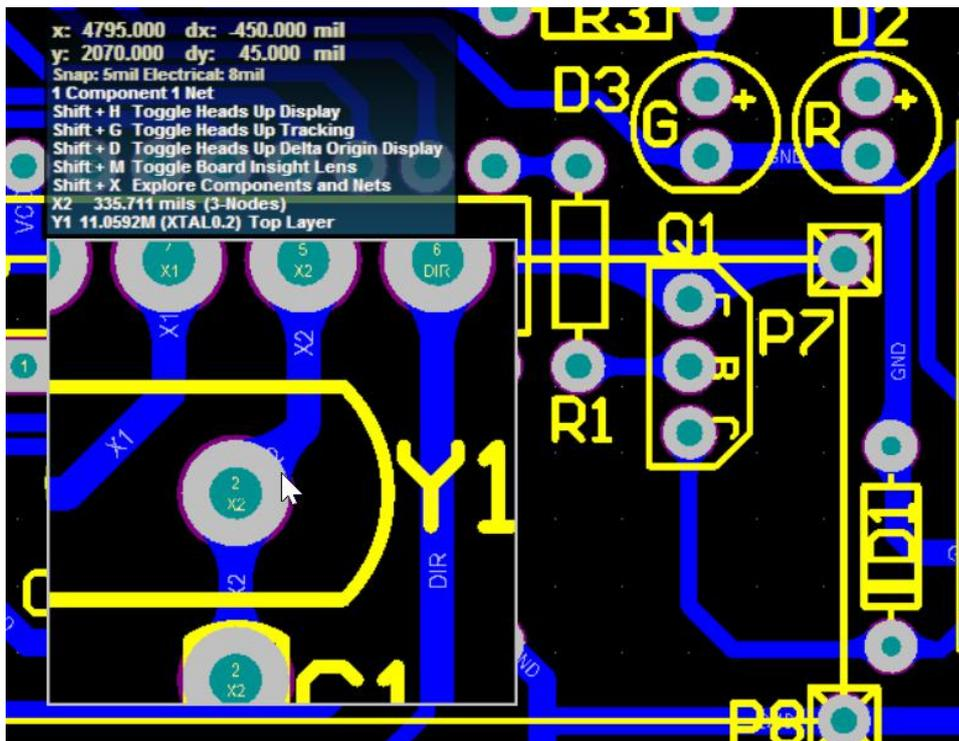

图 5-12 放大镜显示
- **【Shift + M Toggle Board Insight Lens】**：按 **【Shift+M】** 快捷键可以打开或关闭放大镜工具，执行该命令后，绘图区出现一个矩形区域，该区域内的图像将放大显示，如图 5-12 所示，这个功能在观察比较密集的 PCB 文档时比较有用。当处在放大镜状态时 在此执行 **【Shift+M】** 可退出放大状态。